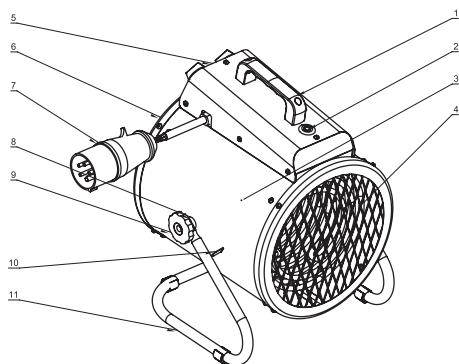

Рис. 2. Устройство прибора
Несущая конструкция тепловентилятора (см. рис.2) состоит из кожухов наружного (3) и внутреннего, изготовленных из листовой стали и имеющих цилиндрическую форму. Во внутреннем кожухе размещены вентилятор и трубчатые электронагревательные элементы. Сверху кожуха расположен корпус блока управления (2). Кожух наружный, закрыт воздухозаборной (3) и воздухо-выпускной (4) решетками, винтами устанавливается на подставку (5) и имеет возможность поворота в вертикальной плоскости. Угол поворота фиксируется барабановыми винтами (6). Вентилятор затягивает воздух через отверстия воздухозаборной решетки. Воздушный поток, втянутый вентилятором в корпус, проходя между петлями трубчатых электронагревательных элементов, нагревается и подается в помещение через отверстия воздухо-выпускной решетки.
Электронагревательные элементы, после срабатывания устройства аварийного отключения, автоматически не включаются. Для возврата устройства аварийного отключения в рабочее положение необходимо нажать на кнопку сброса аварийного термостата (Рис.2)